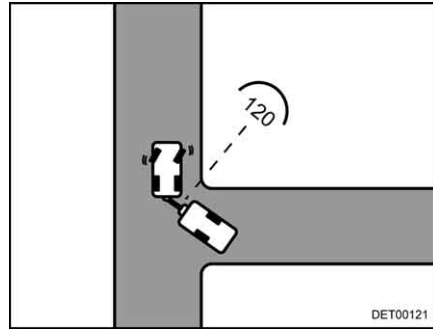

Bild 19 Anfahrt
- Sobald beide Fahrzeuge in einem Winkel von ca. 120° zueinander stehen, anhalten (Bild 19).